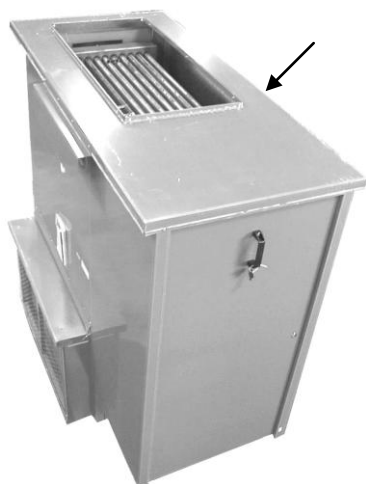

Рис. 3
- из одного элемента для типов MID 2065 B – 2270 B (см. рис. 3);
В первом случае защитный навес устанавливается на верхнюю часть генератора (см. рис. 3) так, чтобы совпали отверстия для подачи воздуха. Навес фиксируется болтами (в комплекте поставки) в отверстиях боцин утепленного кожуха.